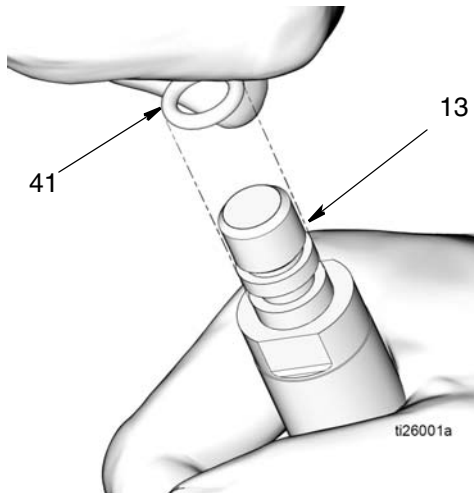

图 21
- c. 从活塞杆 (13) 拆下 O 形圈 (41) (图 21)。